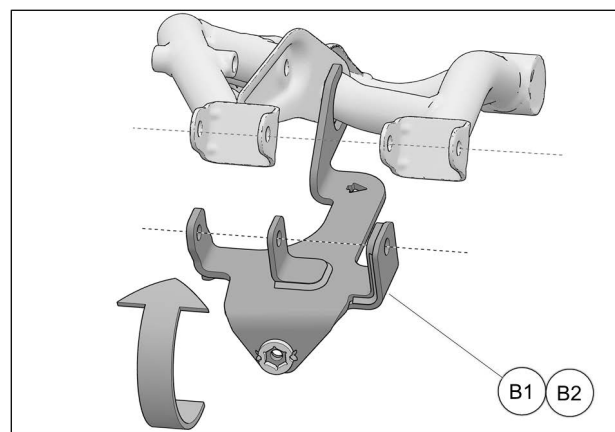

Fig. 6
6. Faire pivoter l'ancrage vers le haut pour aligner les trous de l'ancrage (B1-B2) aux trous du bras de suspension. Voir la Fig. 6